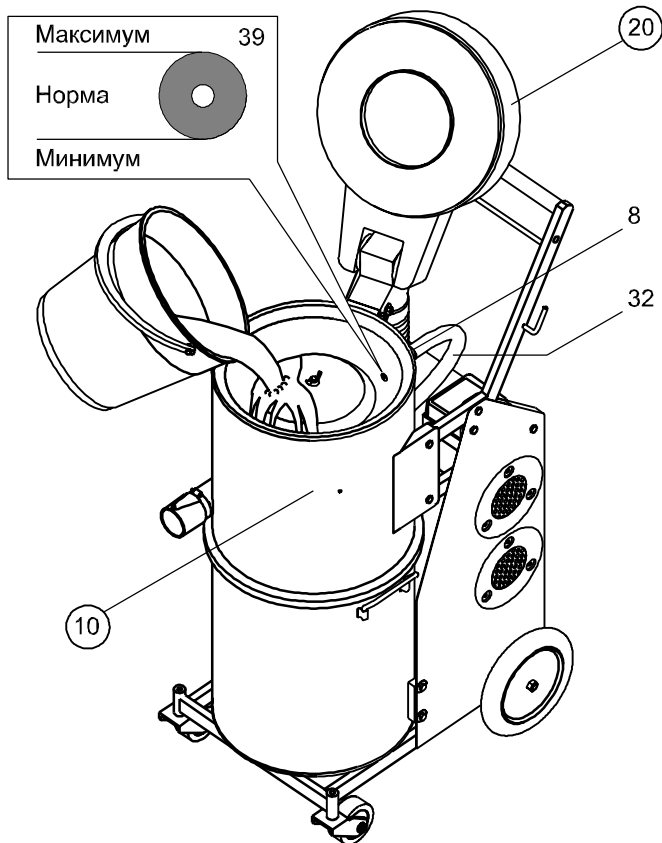

Рисунок 5. Заправка водой.
7.1.1. Перед началом работы необходимо заправить бак 10 водой (Рисунок 5). Для этого, убедившись, что шланг для слива воды 32 надет на заглушку 8, открыть крышку 20 и залить в бак 8-10 л воды. На внутренней поверхности бака расположены метки уровня воды 39. Нормальный уровень воды должен находиться в пределах метки.
- 7.3.12. Залить чистую воду в соответствии с п.7.1.1 (Рисунок 5).